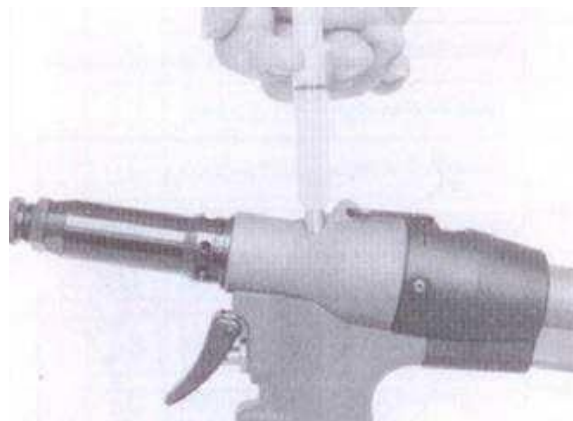

Рис.7
4. Накрутите шприц на инструмент (Рис.7)